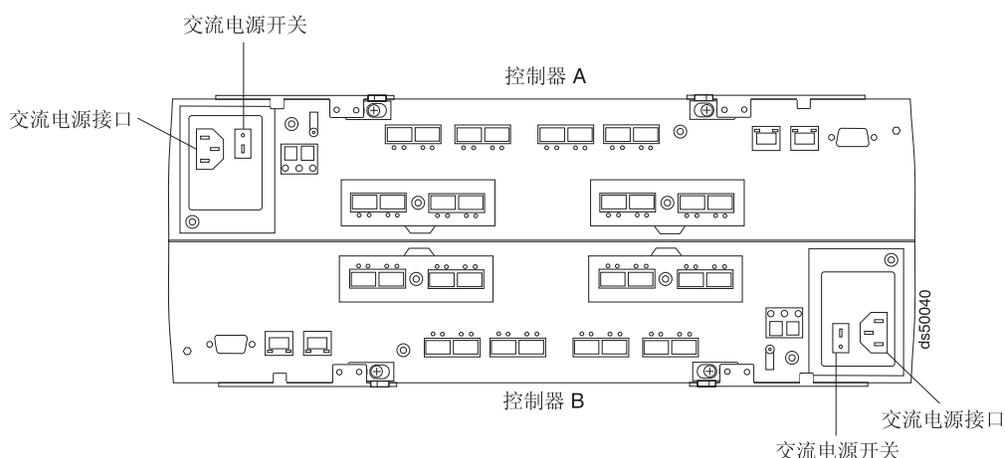

图 91. 控制器上的交流电源开关
- 打开存储子系统中每个控制器背面的交流电源开关。图 91 显示了控制器上交流电源开关的位置。